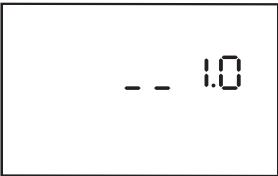

Abb. 6–2 Softwareversion-Bildschirm
- HINWEIS:** Die in Abb. 6–2 abgebildete Versionsnummer (1.0) ist nur ein Beispiel. Auf Ihrem Gerät ist u. U. eine höhere Softwareversion installiert.